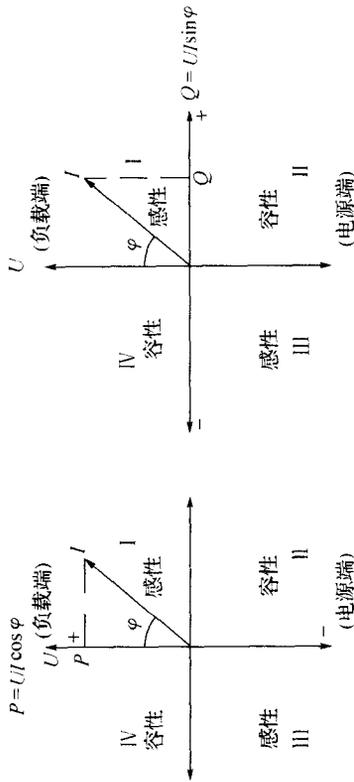

图 01
3.1.5 四象限系指负载感性和容性负载及电源感性和容性负载，如图 01 所示。